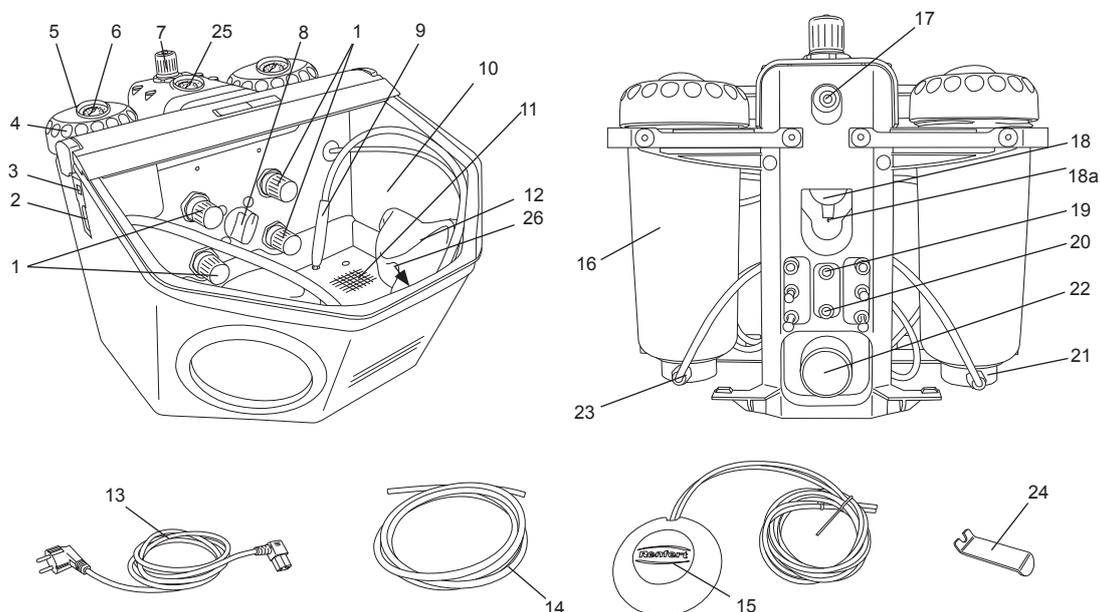

fig. 1
- Introduire le tuyau d'alimentation en air comprimé (14) jusqu'en butée dans le raccord (17). Lors de cette opération, il faut pousser au-delà d'une légère résistance.
- S'assurer que la pression de raccordement se situe dans la plage nécessaire (voir les caractéristiques techniques). La pression est affichée sur le manomètre (25, fig.1).
Il est possible d'utiliser la soufflette (26, fig.1) pour éliminer les résidus d'abrasif et la poussière